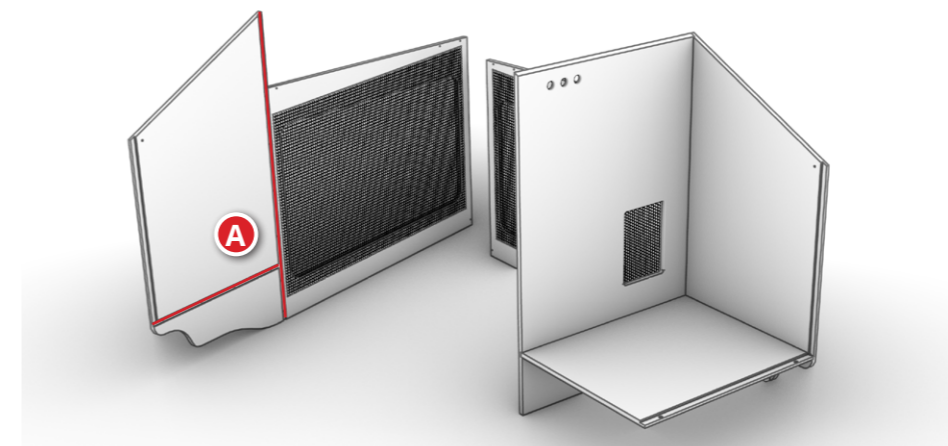

Abbildung 14: Leimstränge in den Nuten der zweiten Seitenplatte
10. Legen Sie in die Nuten der zweiten Seitenplatte, wie in Abbildung 14 gezeigt, kräftige Holzleim-Stränge und richten Sie die Seitenplatte senkrecht auf **A**.